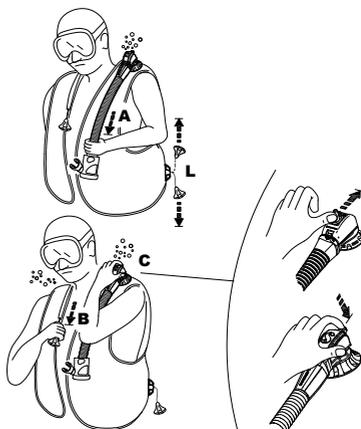

fig. 7
- a. puxe delicadamente o conjunto da traqueia (fig. 7 - A).
- b. Empurre o fundo com saliência para fora da caixa da válvula (fig. 7 - C) (Patenteado): este sistema poderia ser útil também para purgar ar de um outro mergulhador com problemas (pânico, mergulhador principiante, em caso de perda de sentidos, etc.).
- A Válvula dupla de descarga manual SCUBAPRO® (Patenteada) apresenta um botão manual de segurança que libera o ar quando pressionado (Fig. 7-C), em caso de falha do Sistema manual de descarga (cabo quebrado, pino quebrado, etc.) ou quando estiver respirando de um Air 2.
#### **Válvula ombro (fig. 7-B)**
A válvula no ombro direito, se estiver presente, é ativada puxando-se suavemente o punho que está conectado à válvula através de um cordão (fig. 7-B). Para operar qualquer um dos tipos de válvula de descarga, oriente a válvula para uma posição superior à da bolha de ar no Colete. Ative a válvula de descarga até obter a flutuabilidade pretendida. Não puxe/ pressione mais para fechar a válvula (fig. 7-B).
#### **Válvula de esvaziamento inferior (fig. 7 - L)**
**os dispositivos de esvaziamento com um fluxo máximo de gás são a válvula ombro fig. (7-B) e a válvula inferior (fig 7-L).**